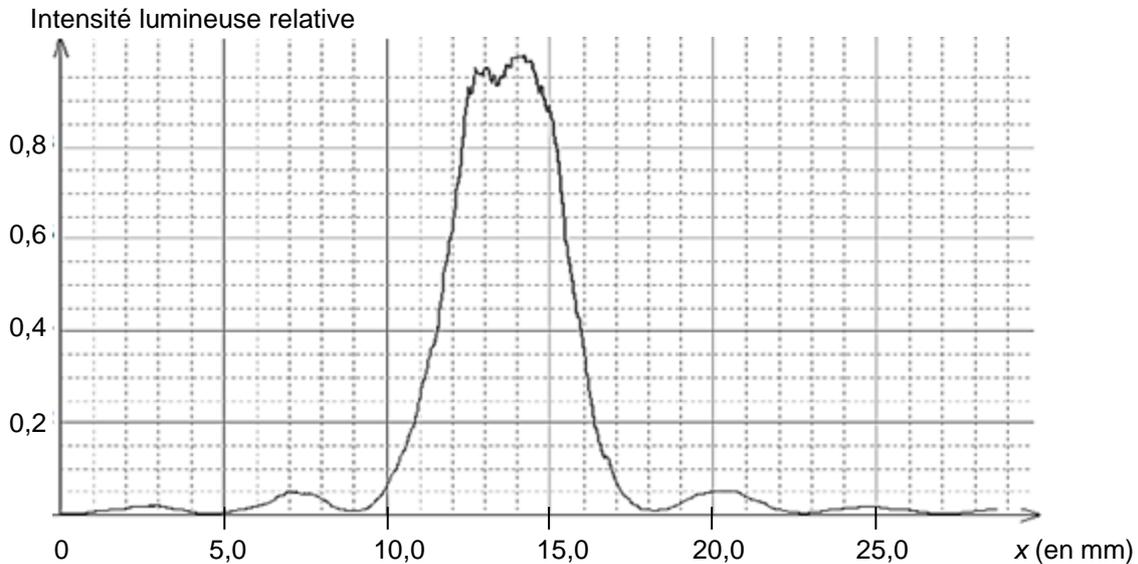

Figure 3. Intensité lumineuse relative en fonction de la position sur l'écran
Pour faire une mesure précise, on remplace l'écran par une caméra qui permet d'obtenir l'intensité lumineuse relative\* en fonction de la position  $x$ , repérée selon l'axe indiqué sur la photo de la figure 2. L'origine  $x = 0$  m est prise sur le bord du capteur de la caméra. On obtient alors la figure 3.
1.3. Déterminer la valeur de la longueur d'onde de la diode laser utilisée en exploitant la courbe obtenue sur la figure 3. La comparer à la valeur indiquée par le constructeur.
(0,75 pt) Sur la figure 3, on mesure la largeur  $L$  de la tache centrale  $L = 18,0 - 9,0 = 9,0$  mm.